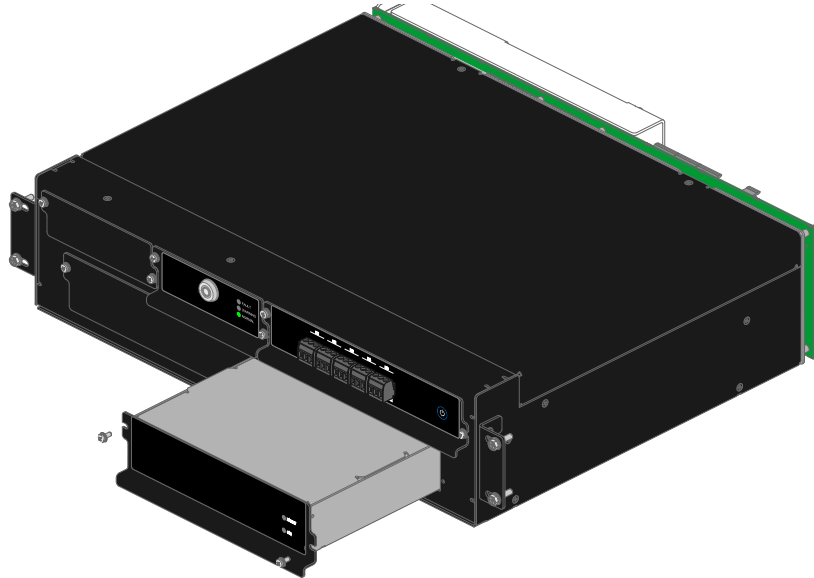

Figura 8.7: Troca do módulo de proteções e fonte do módulo de gerenciamento
- Para retirada do módulo, é necessário retirar os dois parafusos M3 de fixação, como mostrado na Figura 8.7 na página 8-5. Neste módulo não há nenhuma trava *hotswap* para identificação da troca, desta forma, os passos acima devem ser seguidos rigorosamente para não afetar o funcionamento do produto.